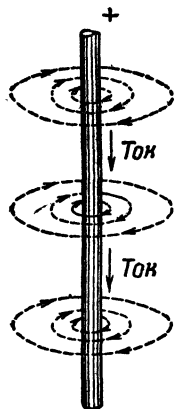

Рис. 4. Магнитное поле провода с током.
**Электромагниты и их применение.** Еще в прошлом веке было установлено, что вокруг провода с электрическим током образуется магнитное поле, причем его силовые линии имеют вид колец, охватывающих провод (рис. 4). Чем сильнее ток, тем сильнее магнитное поле вокруг провода.